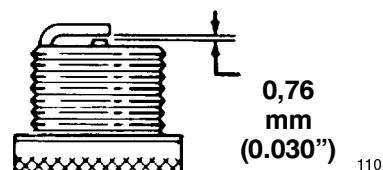

Figure 35
3. Réglez l'écartement des électrodes de la bougie neuve à 0,76 mm (0.030") (Fig. 35).